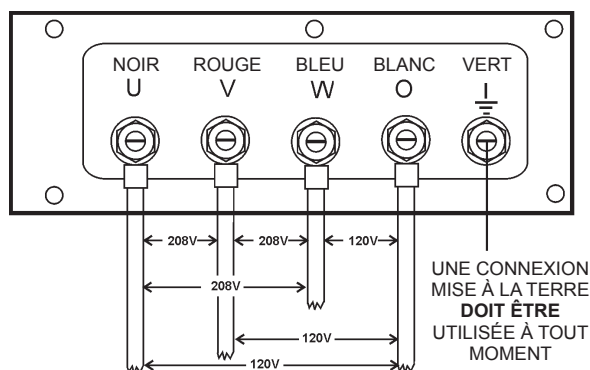

**Figure 24. Cosses de sortie UVWO
2. Connecter les fils de charge aux bornes UVWO comme indiqué dans la Figure 24.